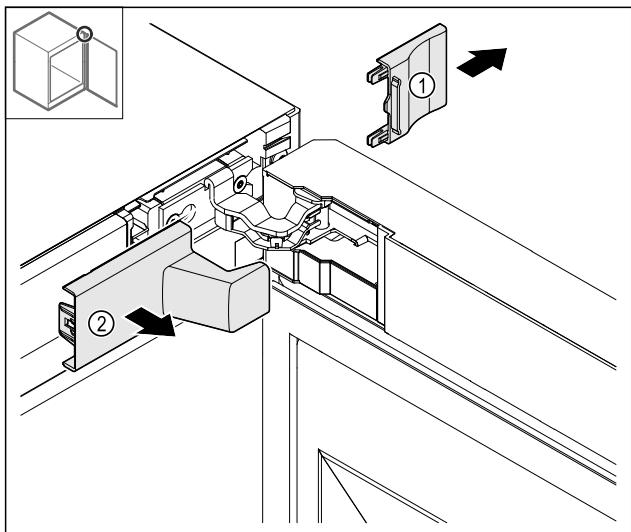

Fig. 13
- Отстранете капака Fig. 13 (1) и след това Fig. 13 (2).